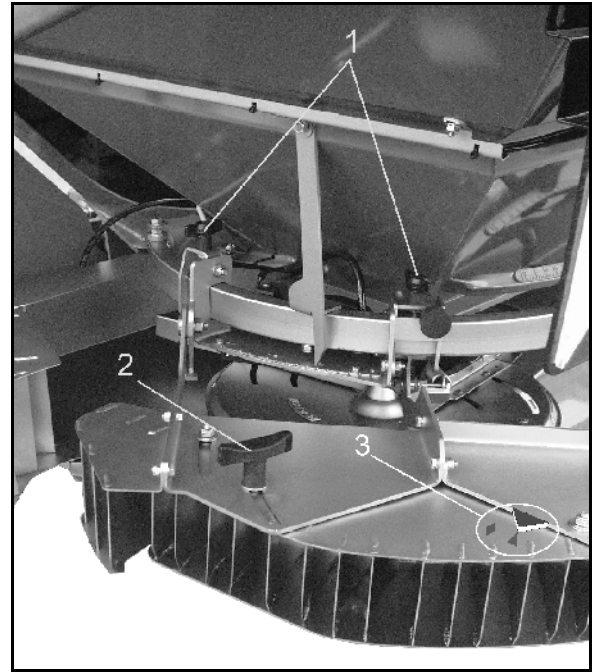

Fig. 65
- Symbol "▲" eller "◆"(Fig. 65/3)
2. Løsn vingemøtrikken (Fig. 65/1)
5. Løsn grebet (Fig. 65/2)
6. Drej skærmen, indtil viseren (Fig. 65/3) står på symbolet "▲" eller "◆".